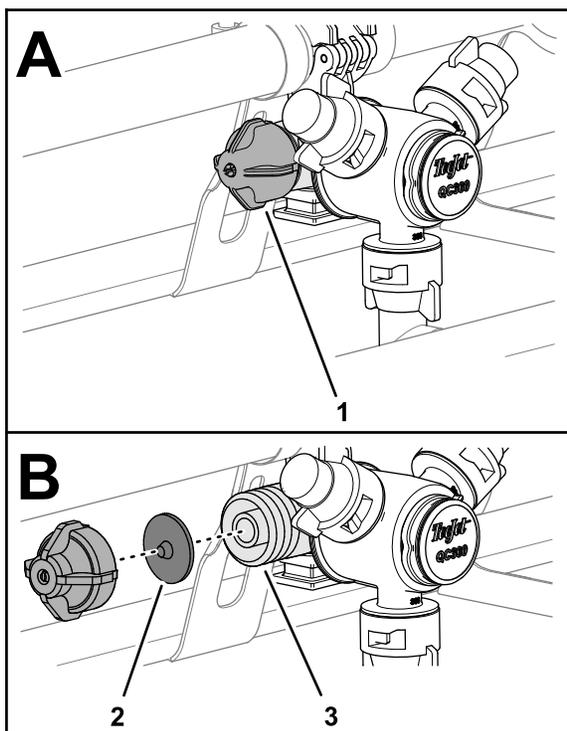

図 32
1. ダイヤフラムキャップを左に回してノズルボディからキャップを外す 図 32。
2. ノズルボディから、チェックバルブのダイヤフラムを外す 図 32。
3. キャップ、ダイヤフラム、ノズルボディを真水で洗浄する 図 32。
4. ダイヤフラムをキャップに取り付ける。突起をキャップ側にむけて取り付けること 図 32。
5. ダイヤフラムとキャップをノズルボディに取り付けて手締めする 図 32。